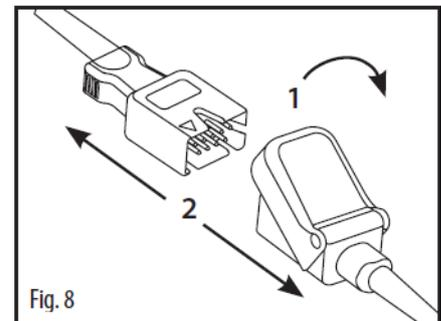

Fig. 29 Trennen des LNCS-Sensors vom LNC-Patienten-kabel
Siehe Bild 8 in Fig. 29: Heben Sie die Schutzabdeckung an, um Zugang zum Sensoranschluss (1) zu erhalten. Ziehen Sie fest am Sensorstecker, um ihn vom Patienten-kabel (2) zu trennen.